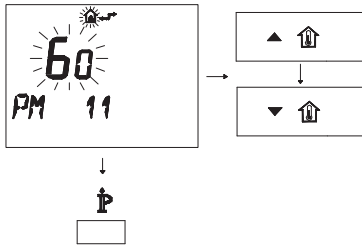

Figura 5.48
- Per modificare il SET programmato agire sui pulsanti ▲⏮ o ▼⏮ e aspettare che il numero programmato cominci a lampeggiare (Figura 5.48). Ogni passo incrementato o decrementato corrisponde a 1 secondi.